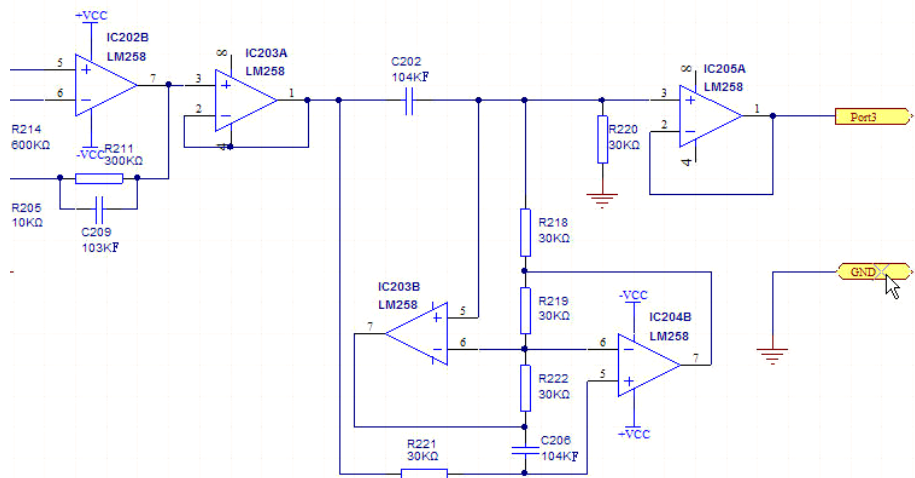

图 5-19 选择子原理图中的任意输入输出端口
Step1 打开任意一个子原理图,单击菜单栏中的“工具”→“上/下层次”命令,或者单击“原理图标准”工具栏中的 (上/下层次)按钮,此时光标变为十字形,移动光标到任意一个输入/输出端口处,如图 5-19 所示。在这里,我们打开子原理图“Sensor3.SchDoc”,把光标置于接地端口“GND”处。